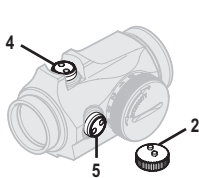

Fig. 3 Cache de réglage
- d. Utilisez le cache de réglage (2) ou l'outil (13A) pour faire tourner les vis de réglage. Insérez les boutons du cache de réglage (2) dans les trous des vis de réglage (4) et (5). Voir Fig. 3.